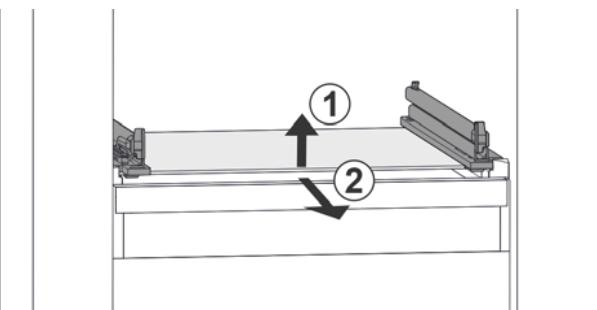

Fig. 78 Примерное отображение стеклянной пластины
- Приподнимите стеклянную пластину спереди. Fig. 78 (1)
- Извлеките стеклянную пластину движением вперед. Fig. 78 (2)